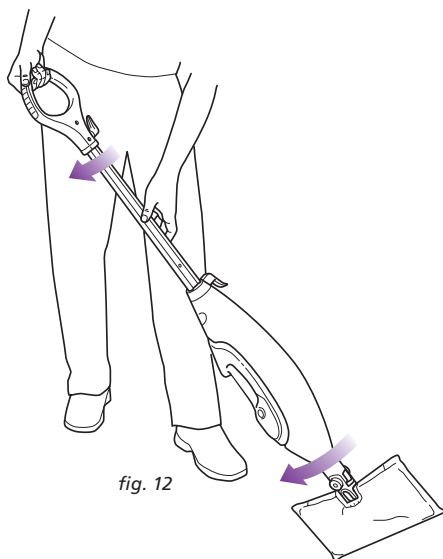

fig. 12
- 5 Lorsqu'un côté du linge de nettoyage est sale, vous n'avez qu'à faire pivoter la tête de la vadrouille pour utiliser rapidement l'autre côté. (fig. 12)